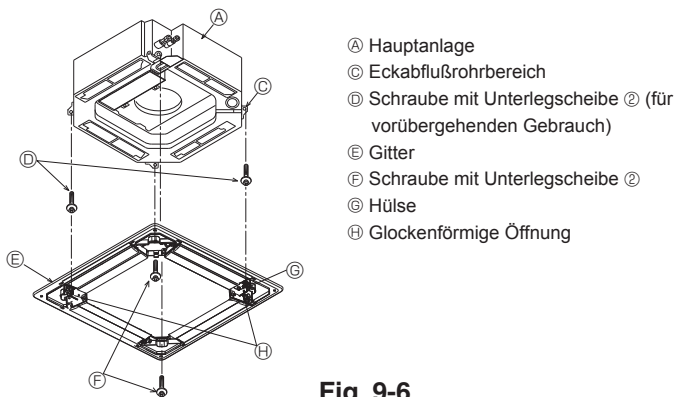
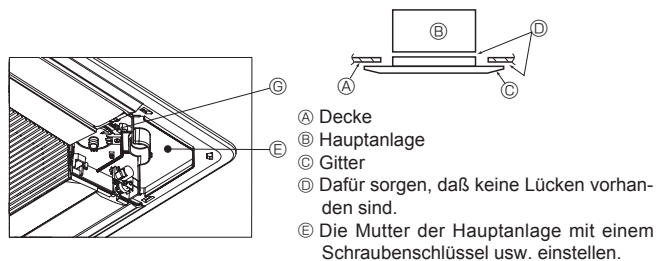

Fig. 9-6
Fig. 9-7
- C 2 Befestigungsteile ④
- D Befestigungsteile ④
- E Eckplatte für den i-see sensor ⑨
- G Schraube ⑤
9.4.2. Vorläufige Installation des Gitters (Fig. 9-6)
• Das Gitter provisorisch mit den glockenförmigen Öffnungen sichern, indem die Hülse des Gitters mit der Kennzeichnung ③ auf den Ablaufrohrbereich in der Ecke der Hauptanlage gesteckt wird.
9.4.3. Das Gitter sichern (Fig. 9-7)